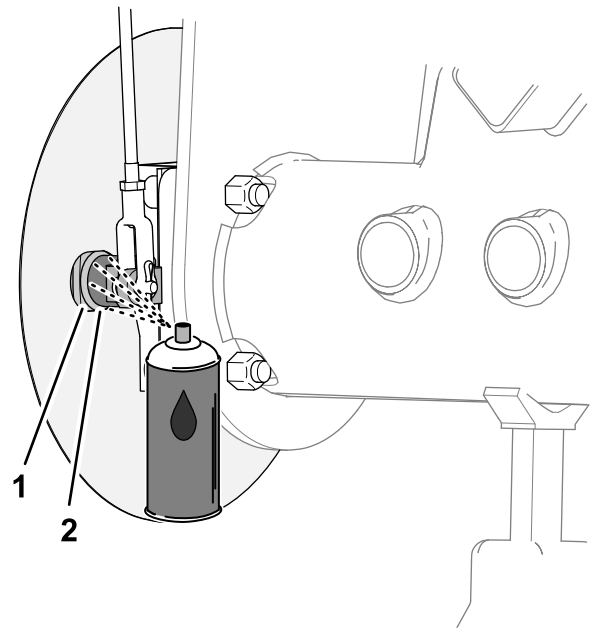
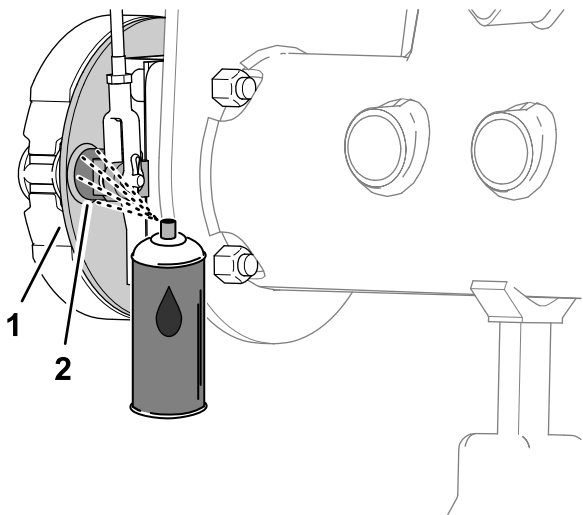

Figure 69
Figure 68
1. Sur l'intérieur du plateau de frein (modèles sans l'option déflecteur d'herbe de jante) ou du déflecteur d'herbe de roue (modèles avec l'option déflecteur d'herbe de jante), pulvérisez du dégrissant entre l'arbre à came de frein et le plateau de frein (Figure 68 ou Figure 69).